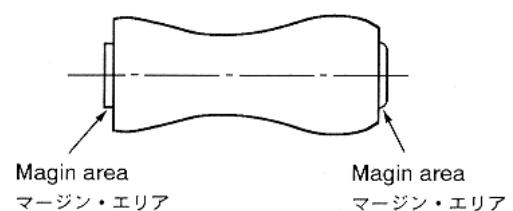

Fig. 5-4
- 2). Turn the P3 post (take-up side guide roller) clockwise using a wrench until the margin area on the envelope (take-up side) disappears, then turn the guide roller counterclockwise until the margin area reappears. (Refer to Fig. 5-4)
- 2). P3ポスト(出側ガイドローラー)を二股レンチにて右に回し、エンベロープの出側のマージン・エリア部が無くなるまで下げ、今度はガイドローラーを左に回し、マージン・エリア部が出るまで戻す。(Fig. 5-4参照)